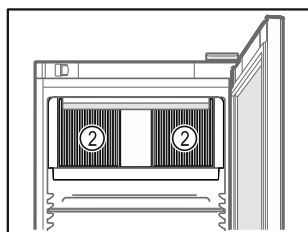

Fig. 75
- ❑ Ne pas obstruer les fentes d'aération Fig. 75 (2) du ventilateur de circulation d'air à l'intérieur de l'appareil.